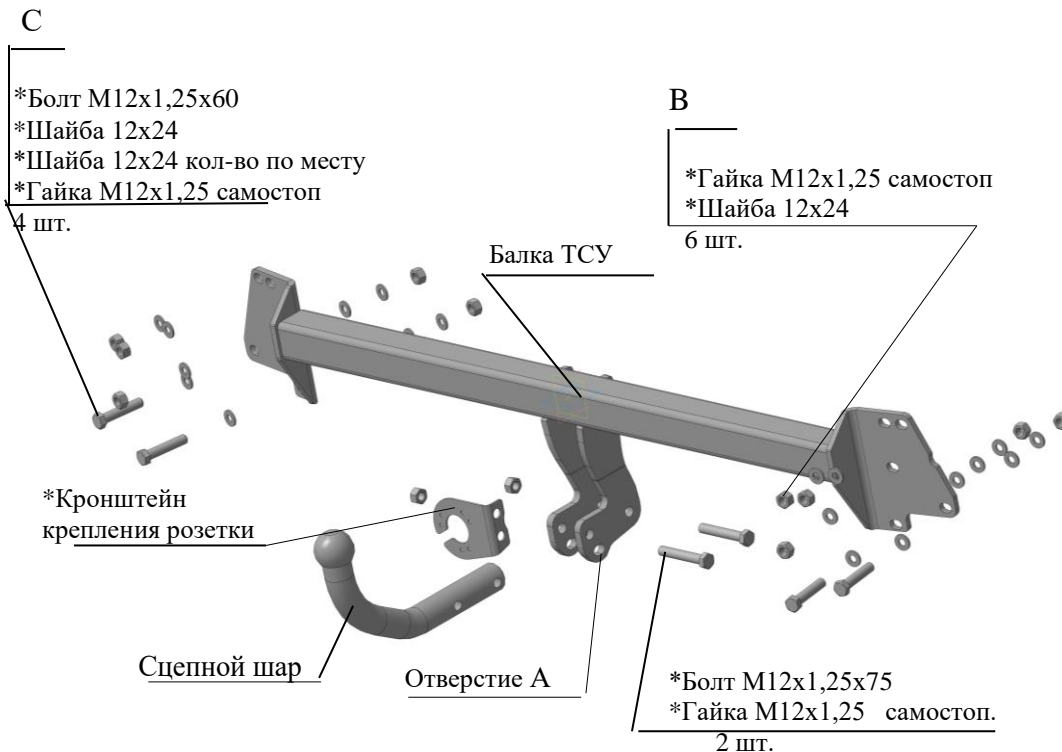

Рис.1 Тягово-сцепное устройство ТСУ 7880.
2.1 ТСУ 7880 в сборе (рис.1)	1 шт.
2.2 Пакет с комплектующими (см. рис.1)	1 шт.
- 4.5 Закрепить в т."В" соответственно рис.1. Крепеж не затягивать.
- 4.6 В точках "С" подложить между кронштейном и гайкой на корпусе автомобиля необходимое количество шайб, как показано на рис.1 и закрепить болтами М12х1,25х60.